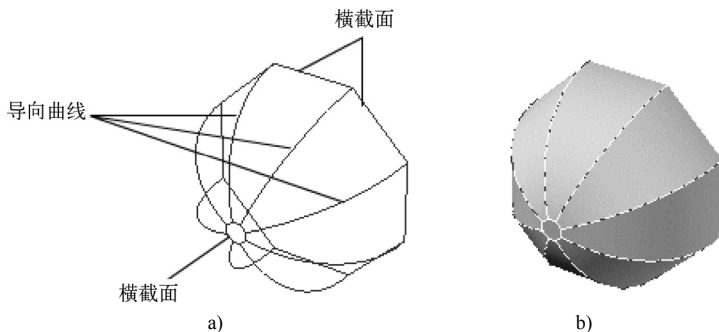

图 9-60 放样实例 1
- “导向(G)”：该选项主要用于指定控制放样实体或曲面形状的导向曲线。所述的导向曲线是直线或曲线。可以使用导向曲线来控制点如何匹配相应的横截面以防止出现不希望看到的效果（如结果实体或曲面中的皱褶）。可以为放样曲面或实体选择任意数量的导向曲线。以导向曲线连接横截面的放样实例如图 9-60 所示。